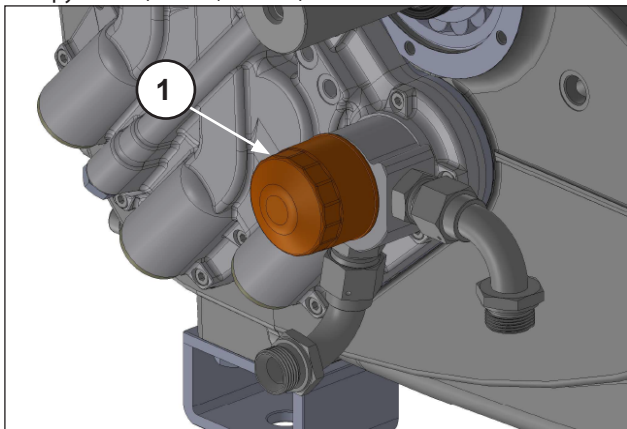

Рис. 17
Отвинтите его вручную или с помощью подходящего инструмента (поз. ①, Рис. 17).